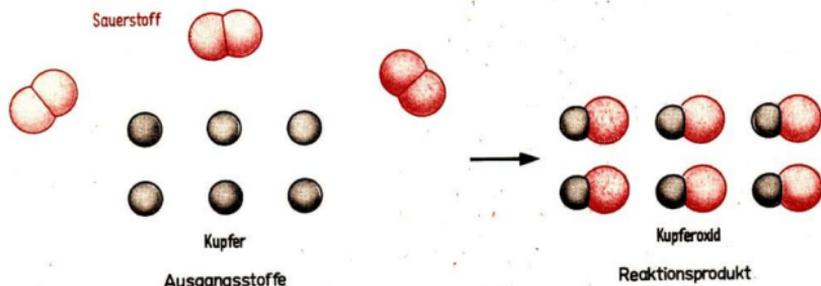

Abb. 28 Chemische Reaktion von Sauerstoff mit Kupfer (Modell)
- ② Formuliere die Wortgleichung für die Oxydation von a) Zink; b) Eisen; c) Blei; d) Schwefel!
- ③ Übertrage die Teile von Wortgleichungen in dein Heft und ergänze sie!
- ④ Gib an, welche Elemente sich zu a) Kupferoxid; b) Phosphorpentoxid; c) Eisenoxid; d) Schwefeldioxid vereinigt haben!
- ⑤ Erläutere den Unterschied zwischen Elementen und Verbindungen an den Stoffen: a) Magnesium und Magnesiumoxid; b) Schwefel und Schwefeldioxid; c) Blei und Bleioxid!
- ⑥ Erläutere den Unterschied im Aufbau von Kupferoxid- und Sauerstoffmolekülen! (↗ Abb. 28)
Viele Vorgänge in der Natur lassen sich mit Hilfe der Kenntnisse über Teilchen erklären. Das gilt für zahlreiche physikalische Vorgänge und für die chemischen Reaktionen. Sie werden damit genauer erklärt, als es auf Grund bloßer Beobachtungen möglich ist. ① Bei der Oxydation des Kupfers vereinigen sich Kupferatome mit Sauerstoffmolekülen zu Kupferoxidmolekülen (Abb. 28). Man kann diese Erklärung auch unter der Wortgleichung angeben: